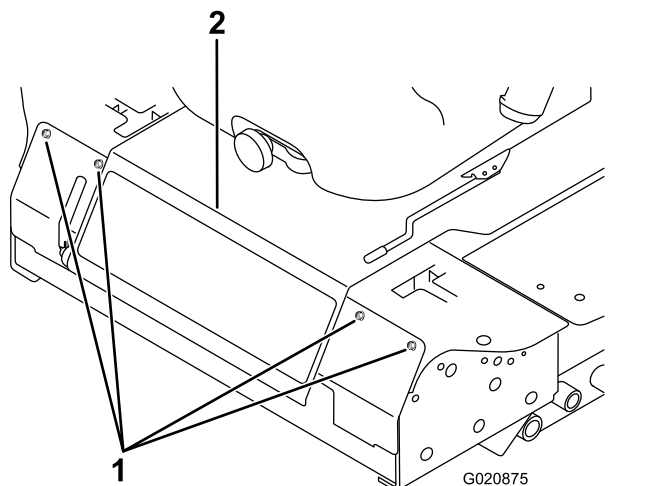

図 46
2. 前パネルを止めているボルトを外して前パネルを外す(図 46)。